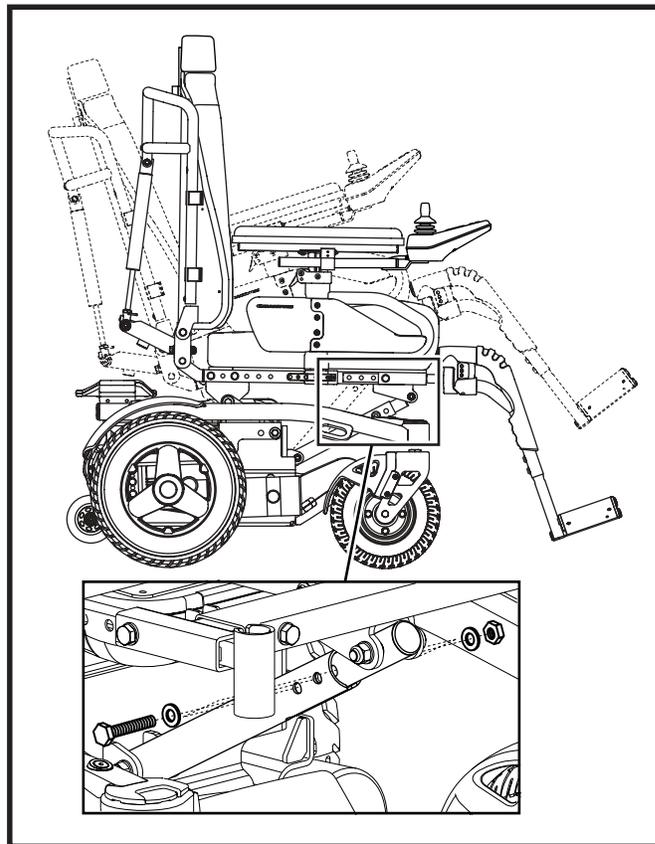

Figure 12. Réglage de l'angle (bascule) du siège
2. Retirez le boulon de réglage du siège. Voir la figure 12.